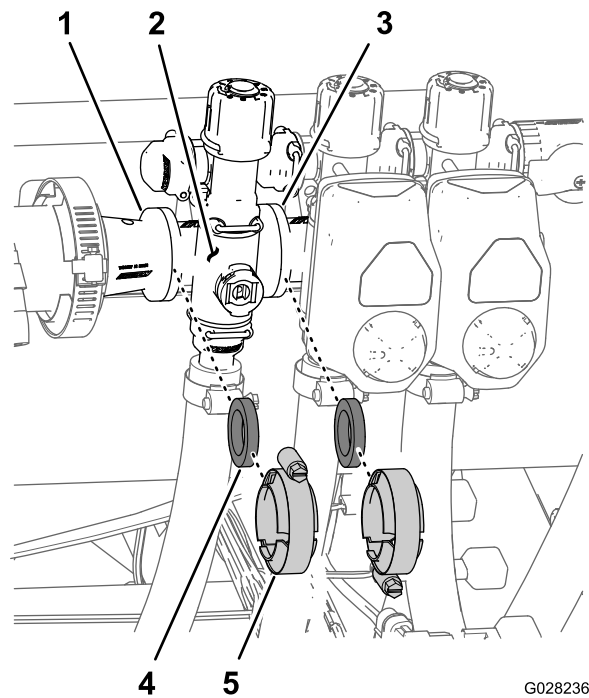

Figura 80
1. Retire as braçadeiras e as juntas que fixam o coletor para válvula de secção (Figura 80) à válvula de secção adjacente (se válvula de secção esquerda e acoplador de redução).